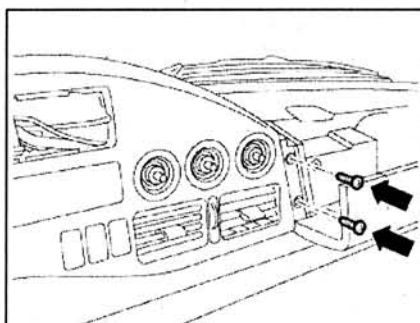

Рис. 8.16. Открутите болты (стрелки).
5. Открутите болты (стрелки) (рис. 8.16).